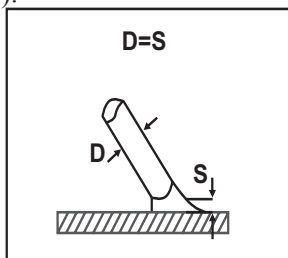
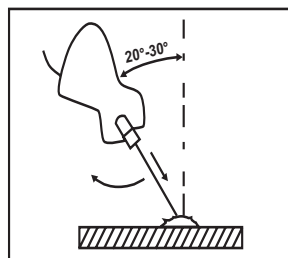

рис.2
рис.3
6.6 Как только произойдет зажигание дуги, электрод нужно держать на таком расстоянии **S** (см. рис.2) от обрабатываемого материала, которое соответствует диаметру электрода **D** (см. рис.2). Для получения равномерного шва далее необходимо соблюдать эту дистанцию по возможности постоянной. Также необходимо помнить, что наклон оси электрода должен быть примерно 20-30 градусов (см. рис.3).
6.11 Заточите вольфрамовый электрод **9** (рис.2). Отвинтите зажим колпачка горелки **10**. Вставьте вольфрамовый электрод **9** в отверстие цанги **11**, вставьте цангу и повторно поверните зажим колпачка **10**.
6.14 Установите газовый баллон **21** (рис.3) и зафиксируйте, для предотвращения его падения. Откройте на короткий период и закройте клапан газового баллона **20**, повторите несколько раз, чтобы удалить возможные частицы грязи. Подключите газовый редуктор **15** к газовому баллону **21**. Подключите газовый шланг **17** горелки TIG
рис.3 к газовому редуктору. Откройте вентиль **20** газового баллона.
6.15 Регулировка потока защитного газа. Откройте клапан **12** (рис.2) горелки TIG. Расходомер потока **16** показывает расход газа, манометр **19** показывает оставшееся содержание газа в баллоне. Всегда закрывайте клапан **12** горелки TIG, когда не работаете, для предотвращения расхода газа.